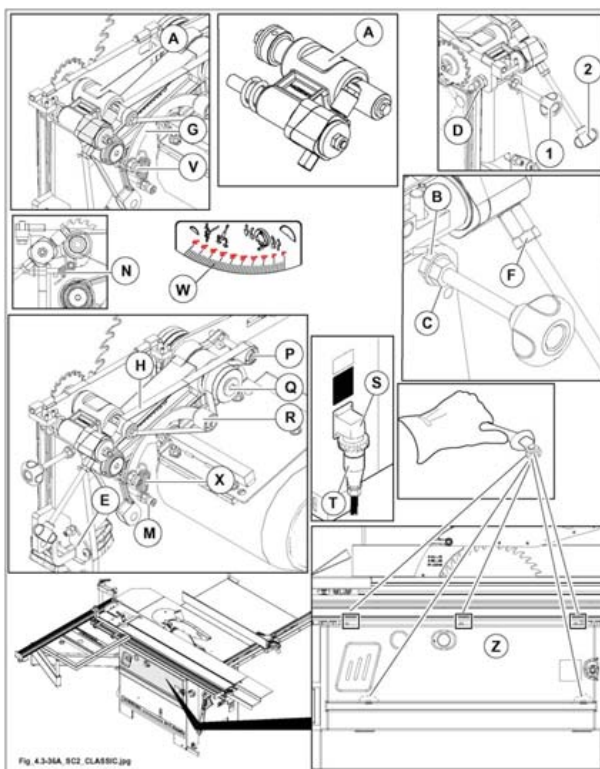

Fig. 4.3-36A
- Smontare il carter frontale (Z fig. 4.3-36A).
- Montare il gruppo (A fig. 4.3-36A) sul supporto sega.
- Serrare il dado (D fig. 4.3-36A) per bloccare il gruppo incisore (A fig. 4.3-36A).
- Smontare il particolare (E fig. 4.3-36A) e la targa (S fig. 4.3-36A).
- Montare il pomolo (1 fig. 4.3-36A) del sollevamento ed il pomolo (2 fig. 4.3-36A) della traslazione.
- Montare la molla (N fig. 4.3-36A) sul gruppo incisore.
- Montare la puleggia (P fig. 4.3-36A) sul braccio sega.
- Montare la puleggia (Q fig. 4.3-36A) nell'albero sega.
- Montare il gruppo staffa-puleggia (tendicinghia) (G fig. 4.3-36A), sul braccio sega, fissandolo con la vite (V fig. 4.3-36A) ma senza bloccarlo.
- Verificare che le pulegge (P fig. 4.3-36A) e (R fig. 4.3-36A) siano perfettamente allineate con la puleggia (Q fig. 4.3-36A) e se necessita interporre dei distanziali.
- Montare la vite (M fig. 4.3-36A) di aggancio della molla (X fig. 4.3-36A) di tensionamento della cinghia incisore.
- Montare la cinghia (H fig. 4.3-36A) rispettando il percorso e i passaggi indicati in figura.
- Rimontare il carter frontale (Z fig. 4.3-36A).
- Montare la nuova targa (W fig. 4.3-36A) e riposizionare il particolare (E fig. 4.3-36A).
montare il pomolo di sollevamento (1 fig. 4.3-36A) e procedere alla sua registrazione mediante i dadi (B, C fig. 4.3-36A) come di seguito indicato:
avvitare il pomolo (1 fig. 4.3-36A), sollevare la lama incisore fino a farla sporgere di 3 mm sul piano di lavoro. Portare il dado (B fig. 4.3-36A) in battuta sul supporto sega e qui bloccarlo con la rondella ed il dado (C fig. 4.3-36A).
Montare il pomolo della traslazione (2 fig. 4.3-36A) e bloccarlo mediante il dado (F fig. 4.3-36A).
il giusto tensionamento della cinghia dell'incisore è assicurato dalla molla (X fig. 4.3-36A) e non necessita di alcuna registrazione.